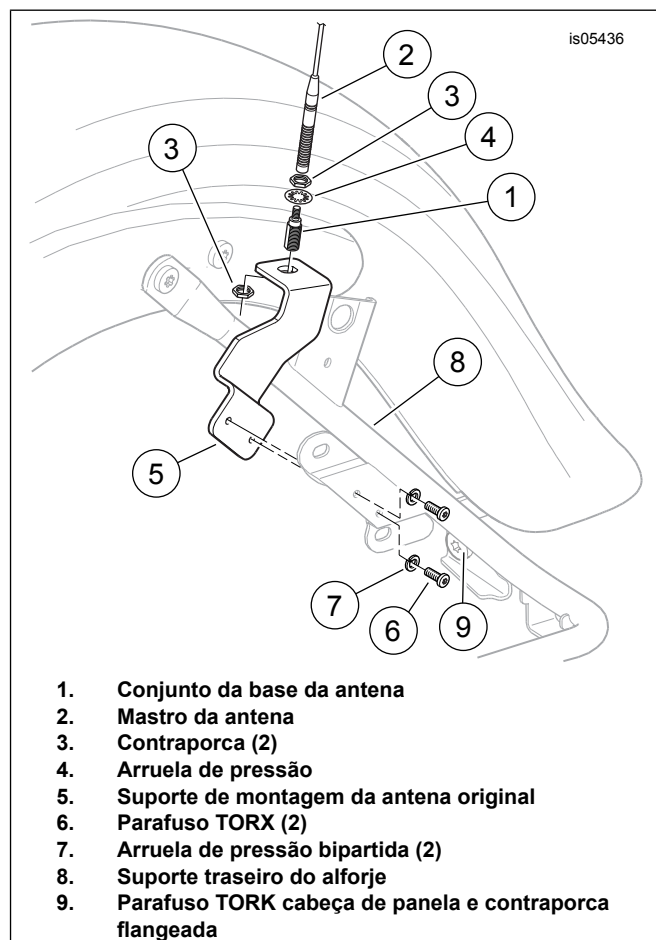

Figura 1. Montagem da antena original
2. Veja a Figura 1. Desconecte o cabo da antena do conjunto da base da antena (1).
3. Desaparafuse o mastro (2) da base da antena e separe-o para a reinstalação.
4. Remova a contraporca inferior (3) e remova a base da antena do suporte de montagem (5). Guarde ambas as contraporcas, mas descarte a arruela de pressão (4).
5. Remova os dois parafusos de cabeça TORX® (6) e arruelas de pressão (7) que fixam o suporte de montagem da antena no suporte traseiro do alforje (8). Descarte o suporte e os prendedores.